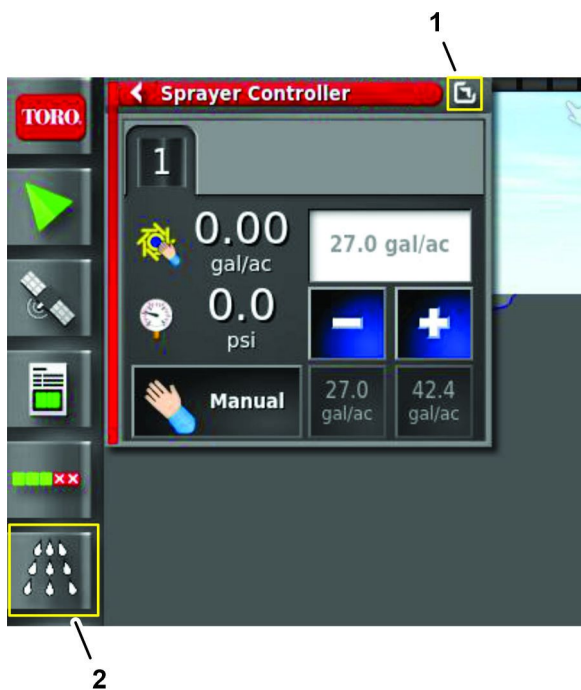

Figura 166
1. En la consola de comando, pulse el icono CONTROLADOR DEL CAUDAL DE FUMIGACIÓN y pulse el icono de pantalla completa en la esquina superior derecha del controlador de fumigación (Figura 166).